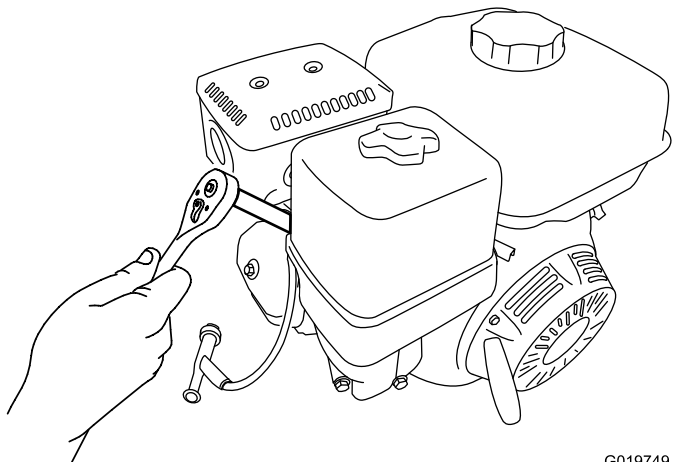

Bild 38
4. Drehen Sie die Zündkerze mit dem 21-mm-Zündkerzenschlüssel gegen den Uhrzeigersinn, um die Zündkerze und die Dichtungsscheibe zu entfernen (Bild 38).
2. Drehen Sie die Zündkerze mit dem 21-mm-Zündkerzenschlüssel im Uhrzeigersinn, bis die Zündkerze und die Dichtungsscheibe ordnungsgemäß sitzen (Bild 38).